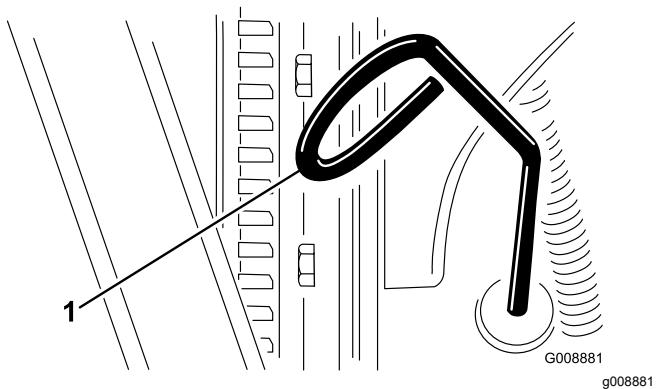

Figura 63
- Togliete l'asta di livello ed asciugatela con un panno pulito (Figura 63).